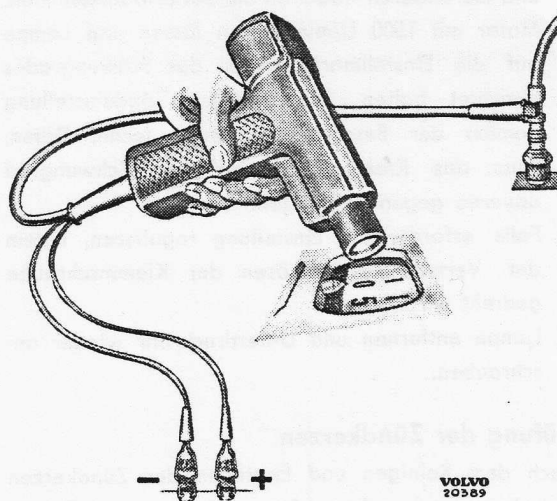

Bild 1-74. Kontrolle der Zündeinstellung
- Wie in Bild 1-74 eine Lampe an das Zündkabel für die Zündkerze des Zylinders Nr. 1 anschliessen und die anderen Kabel an die Batterie anklemmen.